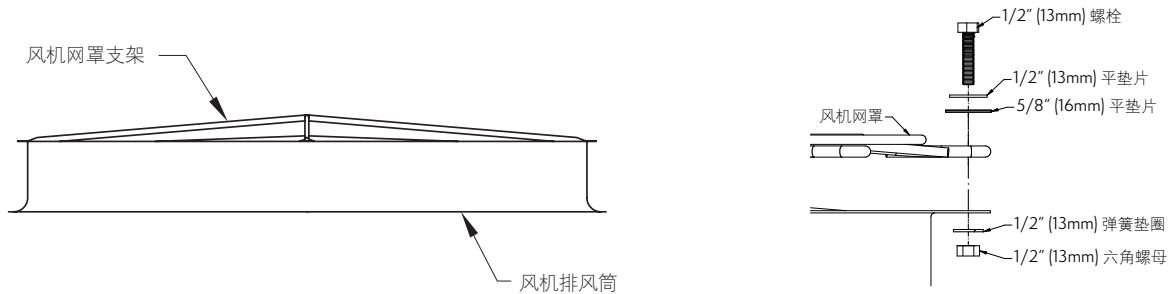

图 24 — 风机网罩支架和风机网罩的安装
1. 将风机网罩支架架在排风筒顶部（见图24）。
4. 把风机网罩的每一个孔和排风筒上的孔固定在一起（见图24）。在支架与排风筒相接触的4个点上，用螺栓将支架、排风筒和风机网罩连接在一起。